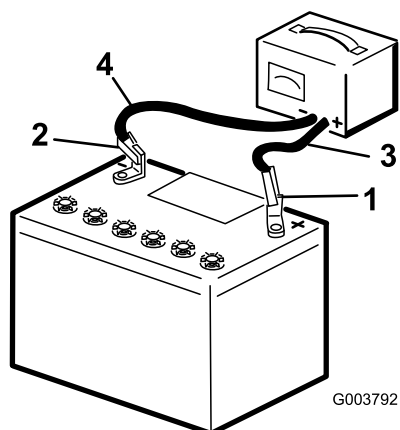

Figure 29
4. Quand la batterie est chargée au maximum, débranchez le chargeur de la prise, puis débranchez les fils du chargeur des bornes de la batterie (Figure 29).
3. Chargez la batterie pendant 10 à 15 minutes entre 25 et 30 A, ou pendant 30 minutes entre 4 et 6 A (Figure 29). Ne chargez pas la batterie excessivement.